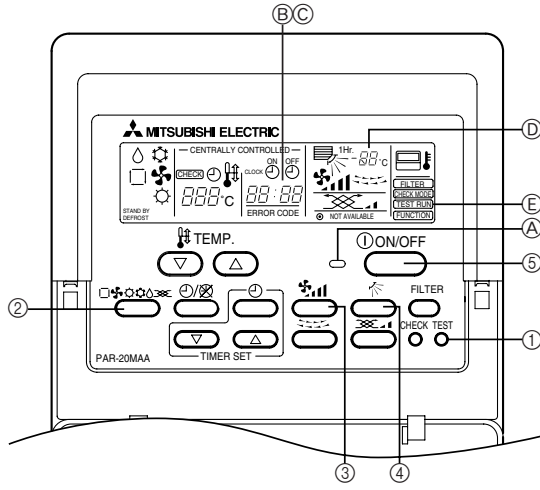

Fig. 7-1
7. Çalışma testi (Fig. 7-1)
| 3. Установка внутреннего прибора | 56 | 7. Выполнение испытания (Fig. 7-1) | 61 |